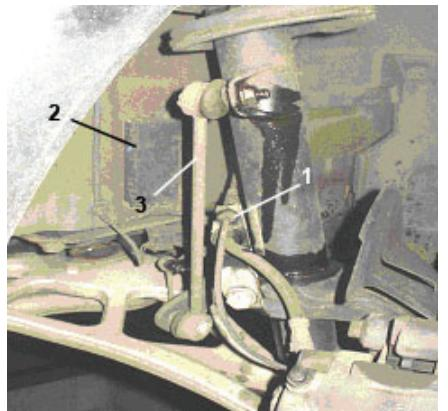
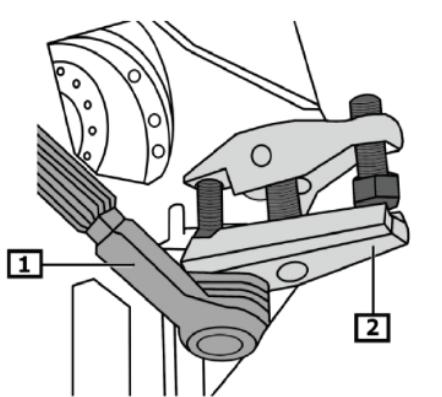
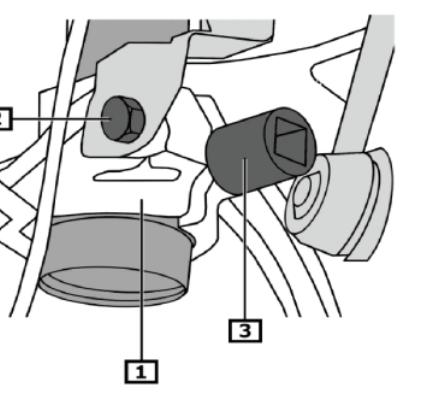

Fig. 1
Fig. 2
Fig. 3
- **Fig. 1** Sensorkabel und Bremsleitung aus der Halterung (1) abschnipsen.
- Steckverbindungen der ABS- und Bremsenverschleiß-Sensorkabel in der Haltebox (2) trennen.
- Original-Koppelstange (3) ausbauen.
- **Fig. 2** Befestigungsmutter für Spurstange abschrauben.
- Mit Abzieher (2) den Spurstanzenkopf (1) vom Achsschenkel abdrücken.
- **Fig. 3** Untere Befestigungsschraube (2) des Federbeins entfernen.
- Achsschenkel mit Spezialwerkzeug (3) etwas aufspreizen.
- Wagenheber ablassen und Achsschenkel (1) nach unten vom Federbein abziehen.
- **Fig. 1** Unclip sensor cable and brake hose (1) from the holder.
- Unplug ABS and brake wear sensor cables in the holder box (2).
- Remove original coupling rod (3).
- **Fig. 2** Unscrew fastening nut for tie rod.
- Use puller (2) to press off tie rod head (1) from steering knuckle.
- **Fig. 3** Remove lower fastening screw (2) on the suspension strut.
- Use special tool (3) to spread the steering knuckle somewhat.
- Lower jack and pull steering knuckle (1) down away from suspension strut
- **Fig. 1** Déclipser du support (1) les câbles de capteur et le flexible de frein.
- Séparer les fiches de raccordement de l'ABS et les câbles de capteur d'usure des freins dans le coffret de support (2).
- Démonter la biellette de connexion d'origine (3).
- **Fig. 2** Dévisser l'écrou de fixation de la barre d'accouplement.
- Avec l'arrache-pignon (2) enlever par éjection la rotule de barre d'accouplement (1) de la fusée d'essieu.
- **Fig. 3** Enlever la vis de fixation inférieure (2) de la jambe de force.
- Ecartez légèrement la fusée d'essieu avec un outil spécial (3).
- Abaisser le cric et retirer la fusée d'essieu (1) de la jambe de force par le bas.
- **Fig. 1** Extraer el cable del sensor y el manguito del freno de la sujeción (1).
- Separar los conectores de los cables del sensor de ABS y del sensor de desgaste del freno de la caja de sujeción (2).
- Desmontar la barra de acoplamiento original (3).
- **Fig. 2** Destornillar la tuerca de sujeción para la barra de dirección.
- Retirar con un extractor (2) el cabezal de la barra de dirección del cuello del eje.
- **Fig. 3** Destornillar el tornillo de sujeción inferior (2) del amortiguador.